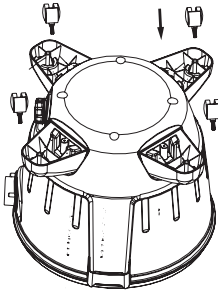

Fig. 4 – Instalação das rodas
- Primeiro instale as rodas do aspirador, conforme mostra a Fig. 4;